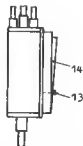

Bild 6
Bei Verwendung des Mikrotelephons (Bild 4) ist die Tonruftaste (11) zu drücken. Sofern ein Sprechgeschirr eingesetzt wird, müssen Tonruf- und Sendetaste (13 und 14) am Brustschalter (Bild 6) gleichzeitig gedrückt werden. Es wird ein Tonruf von 1000 Hz ausgestrahlt. Auch langsames Mornen ist möglich. Soll nach dem Tonruf gesprochen werden, so ist die Tonruftaste (13) freizugeben.